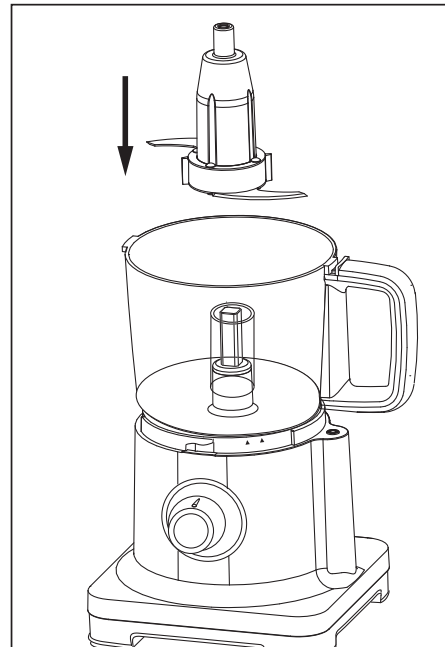

Figura 3
- 2 Tome el vástago de la hoja de corte y deslícelo en el poste central. (Figura 3).